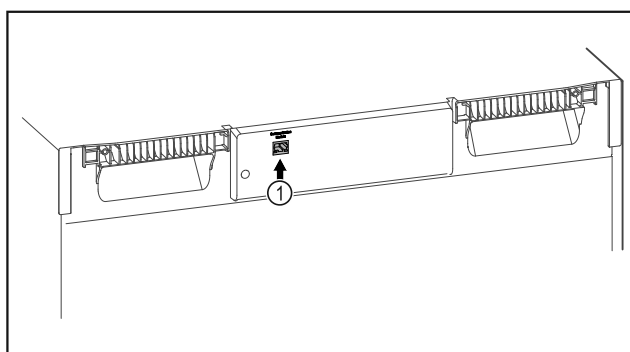

Fig. 104
- SmartModule Fig. 104 (1) naudojamas.